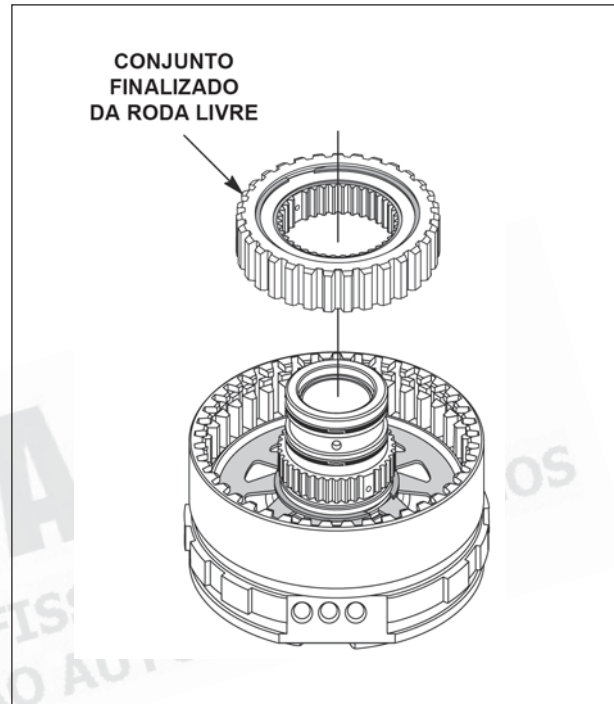

Figura 147
9. Instale o conjunto finalizado da roda livre de baixa na carcaça da embreagem de baixa, conforme mostra a figura 147.